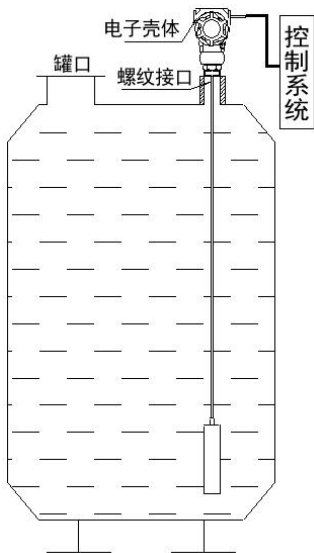

图 2 螺纹安装
(1) 变送器有接口螺纹、法兰等安装结构，可根据现场灵活选择，本示例为 M35×1.5 的螺纹安装方式，如图 2。
(2) 变送器在安装时，可以将其投入到水或其它液体中，电缆线从壳体内接线端子引出至显示仪表、二次仪表或控制室。
(3) 选择易于操作、维护的地方进行安装。
(4) 应尽量远离振动源安装。
(5) 变送器安装时，探头要沉入容器底部。
(6) 探头应垂直放入水中，与垂直线夹角不能超过 30 度。
(7) 若液体介质杂质多，建议选配过滤网罩。
(8) 地面上的电缆部分需加以保护或架高。
(9) 若在动水中使用，变送器应加以固定。
(10) 探头定期清淤，以免进压口阻塞。
(11) 毛细管中蒸汽积水会导致测量不准确及输出不稳定等故障，可定期将集气桶取出，将毛细管内水排掉，故障即可排除。